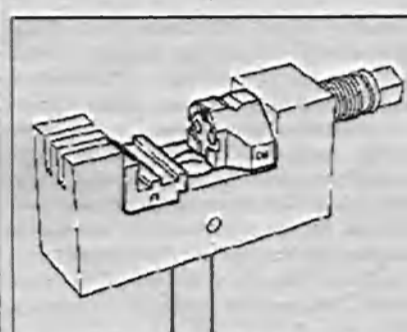

Рис. 4.49. Установите вставки D8 и F1 в пресс 06.
14. Установите вставки D8 и F1 в пресс 06 (рис. 4.49).